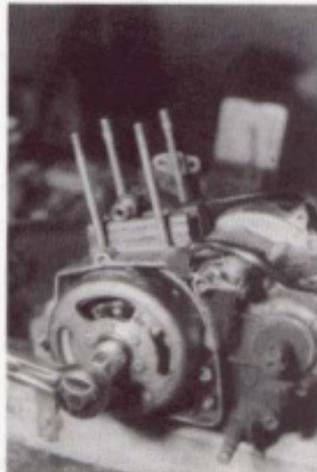
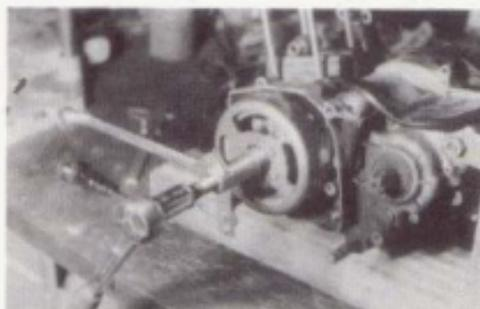

Bild 94
Bild 95
- Zum Lösen der Zentralbefestigungsmutter des Magnetrotors muss der Kurbeltrieb am Mitdrehen gehindert werden. Als geeigneten Gegenhalter kann man entweder einen Bandschlüssel nach Bild 94 verwenden oder nach der Methode vorgehen, die in Bild 95 gezeigt ist. Die Abmessungen der dazu benötigten Teile gehen aus Bild 56.5 hervor. Letztlich ist zu diesem Zweck noch ein einfacher Gegenhalter in Bild 56.4 dargestellt, der sich leicht selbst herstellen lässt und immer dann eingesetzt werden kann, wenn Zylinder und Kolben nicht demontiert sind und der Bandschlüssel nicht zur Hand ist.